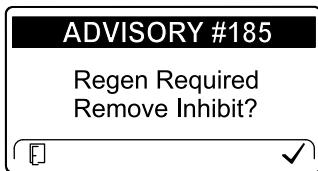

図 34
**注** リセット再生が必要な状態になったのに、リセット再生を「しない」に設定した状態になっている場合、15 分ごとにインフォセンター上に ADVISORY #185 が表示されます 図 34。